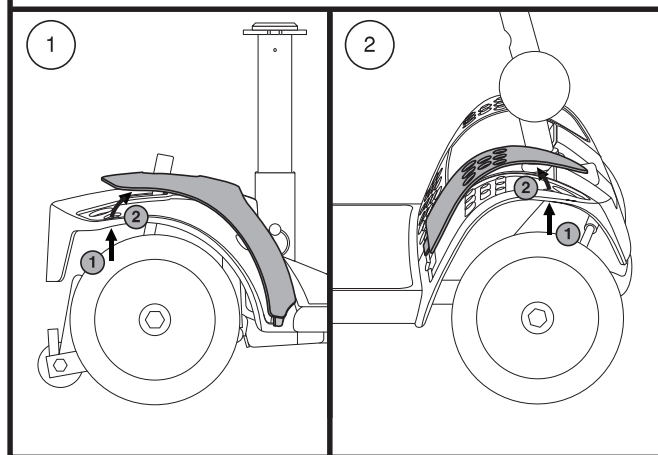

Figure 8. Panneau aile
2. Poussez dans l'orifice afin de séparer le panneau du Travel Scooter. **Voir la figure 8.**
NOTE: Lors de l'installation des panneaux d'ailes arrière et avant, assurez-vous de bien insérer l'onglet dans sa fente avant de fixer le panneau en place. Voir la figure 8.